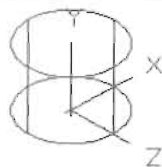

图 12-18
(3) 在命令提示行输入 Ucs 命令并回车，绕 x 轴将坐标图标旋转 90° ，如图 12-18 所示，命令执行过程如下。